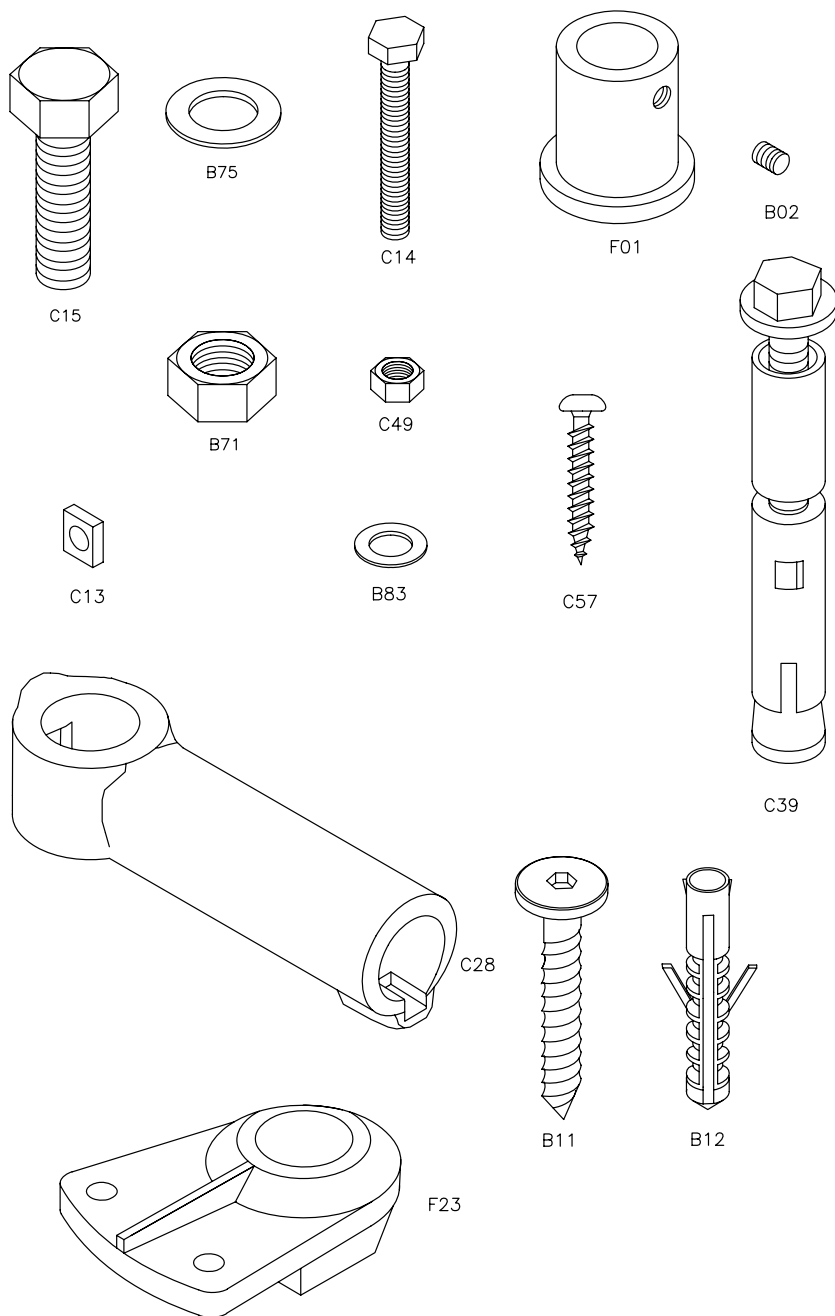

FIG. 1
3. Ta hensyn til to punkter når du skal bestemme hvor støtten N19 skal festes (fig. 1):
4. Bruk bor $\varnothing$ 14 mm (fig. 1).
5. Sett støttene N19, N18, N17 og N16 sammen på gulvet i rettlinjert konfigurasjon; ta hensyn til opptrinnet du har beregnet tidligere. Bruk elementene C15, B71 og B75 (fig. 1). Fest dem ikke fastere enn at støttene N19, N18, N17 og N16 fremdeles kan roteres til konfigurasjon B, C, D.
7. Fest støtten N19 permanent ved hjelp av elementet C39 (fig. 1).
10. Sett sammen og fest elementene F23 ved hjelp av elementene C14, B83, C49, C13, B02 (fig. 1).
11. Fest trinnene (L40) permanent; start øverst og forsett til støtten N16, ved hjelp av elementene C57 (fig. 1).
- c. Fest elementene C15 permanent (fig. 1).
14. Sett sammen elementene C28 ved hjelp av elementene C13, B02 og sett dem i spilene C12 (fig. 1).
17. Stram elementet C28 permanent til ved hjelp av elementet B02 (fig. 1). For korrekt montering skal nøkkelen dreies ca. 90° fra kontaktpunktet.
18. Kontrollere at hele trappen er loddrett og, om nødvendig, justere den ved å flytte på støtten N16 (fig. 1).
19. Demonter det første trinnet (L40) og lag huller i gulvet med bor $\varnothing$ 14 mm på høyde med hullene i støtten N16 (fig. 1).
20. Sett i elementene C39 og stram dem permanent til (fig. 1).